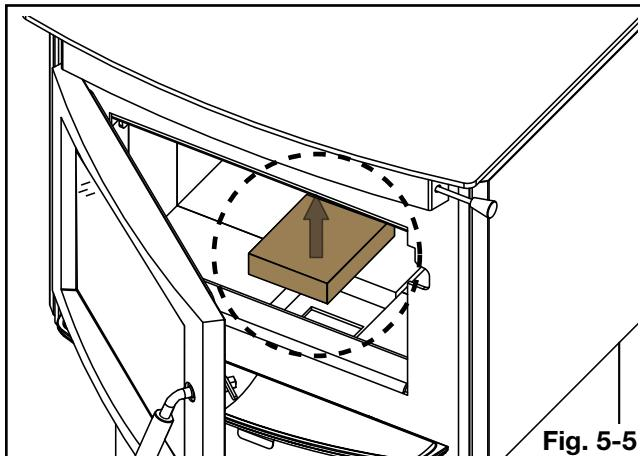

Fig. 5-5
- Retirez la brique petite et légère qui couvre l'ouverture de cendres et la-mettez de côté pour usage ultérieur (**Fig. 5-5**).